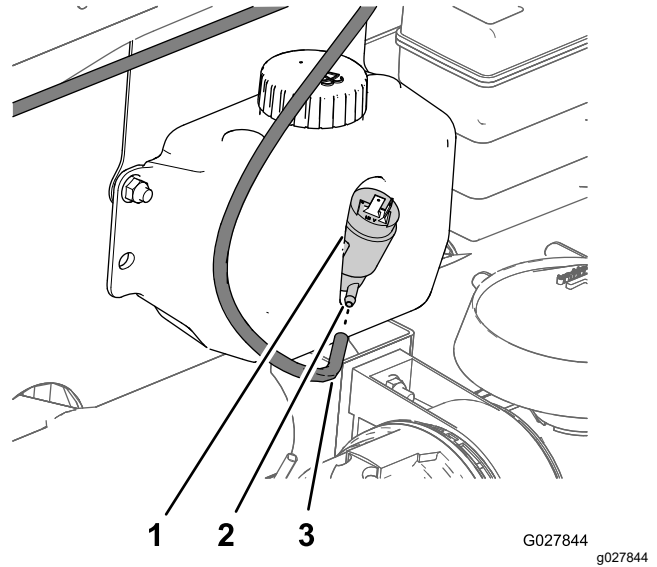

Bild 24
1. Fluchten Sie das Schlauchende am Behälter für die Scheibenwaschanlagenflüssigkeit mit dem gezahnten Anschlussstück in der Scheibenwaschanlagenpumpe aus (Bild 24).
- Schieben Sie den Schlauch auf das Anschlussstück, bis er fest auf dem Anschlussstück sitzt (Bild 24).
- A. Nehmen Sie den Schlauch am Behälter der Scheibenwaschanlage vom gezahnten Anschlussstück an der Pumpe ab (Bild 24).
- C. Schieben Sie den Schlauch auf das Anschlussstück, bis er fest auf dem Anschlussstück sitzt (Bild 24).